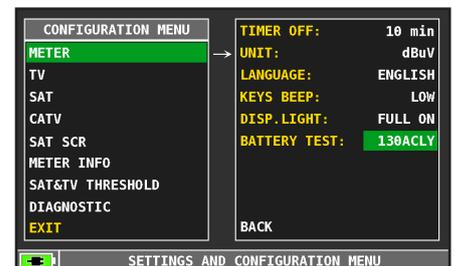

FIG. 3*
4. Pour vérifier le résultat du test, entrez de nouveau dans «METER», sélectionnez la fonction «BATTERY TEST» et lisez le résultat : par exemple 380 CHLY = 380 MINUTES (Fig.3). Le «Y» de «YES» confirme que la batterie est encore suffisamment chargée, mais le «N» de «NO» indique qu'elle est peut-être en panne ou trop détériorée, ou que le cycle a été interrompu.